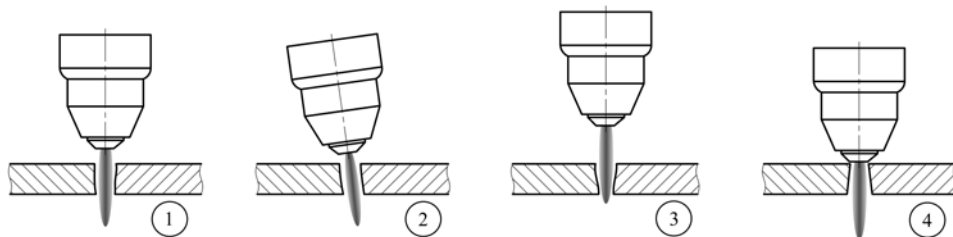

Рис. 9.7. Влияние угла наклона на качество реза.
- Угол наклона плазмотрона относительно разрезаемого металла (См. рис. 9.7).